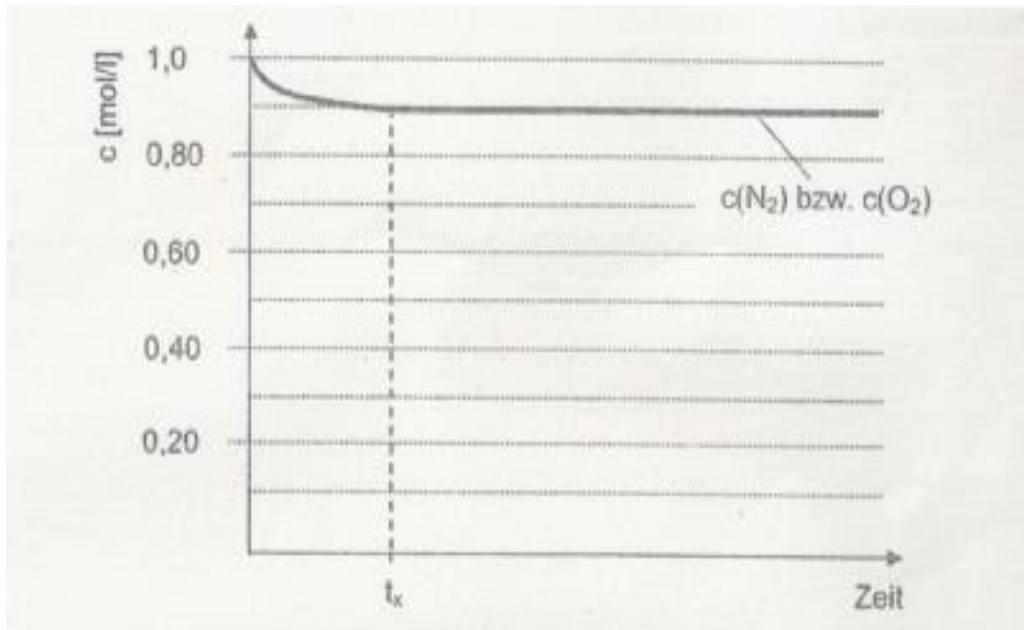

Abb. 2: Konzentration der Edukte der Stickstoffmonooxidsynthese in Abhängigkeit von der Zeit bei konstanter Temperatur und konstantem Druck
- und ergänzen Sie Abbildung 2 durch den Kurvenverlauf für die Konzentration von Stickstoffmonooxid! [5 BE]